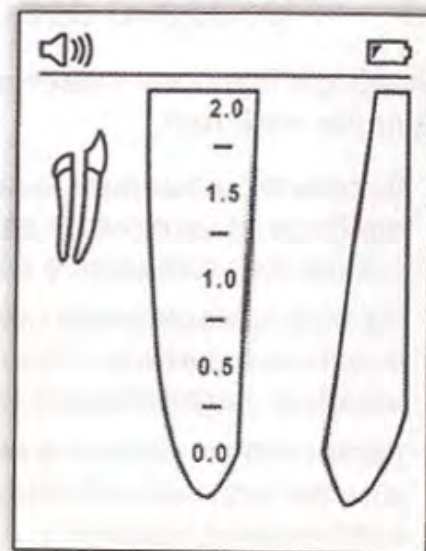

Рис.2
6.3.2 При севших батарейках в правом верхнем углу экрана появится мигающий индикатор «Слабая батарея» (Рис. 2). NovApeX может продолжать нормально работать даже со слабыми батарейками, однако необходимо заменить батарейки до того как они полностью разрядятся.
- На информационной строке экрана должен появиться символ «Контакт»  означающий наличие надлежащего соединения (Рис. 2).